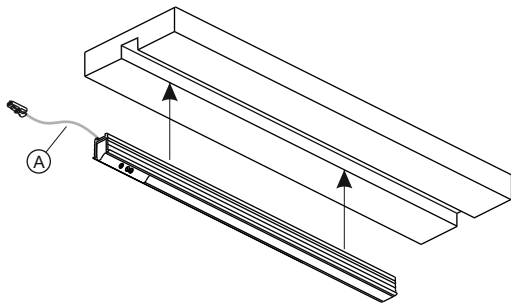

Fig.4
- Introducir el perfil luminoso efectuando una ligera presión hasta su completa inserción, fig. 4.